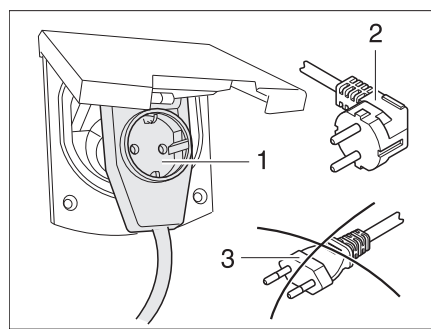

Fig. 199 Raccordement à un adaptateur coudé avec prise de courant
- ▶ En cas d'utilisation d'une prise CEE 17 coudée avec prise de courant en face arrière (Fig. 199,1), utiliser uniquement une fiche caoutchoutée et scellée IP 44 avec contact de mise à la terre (Fig. 199,2). Ne pas utiliser de fiche sans contact de mise à la terre (Fig. 199,3). Danger d'électrocution !